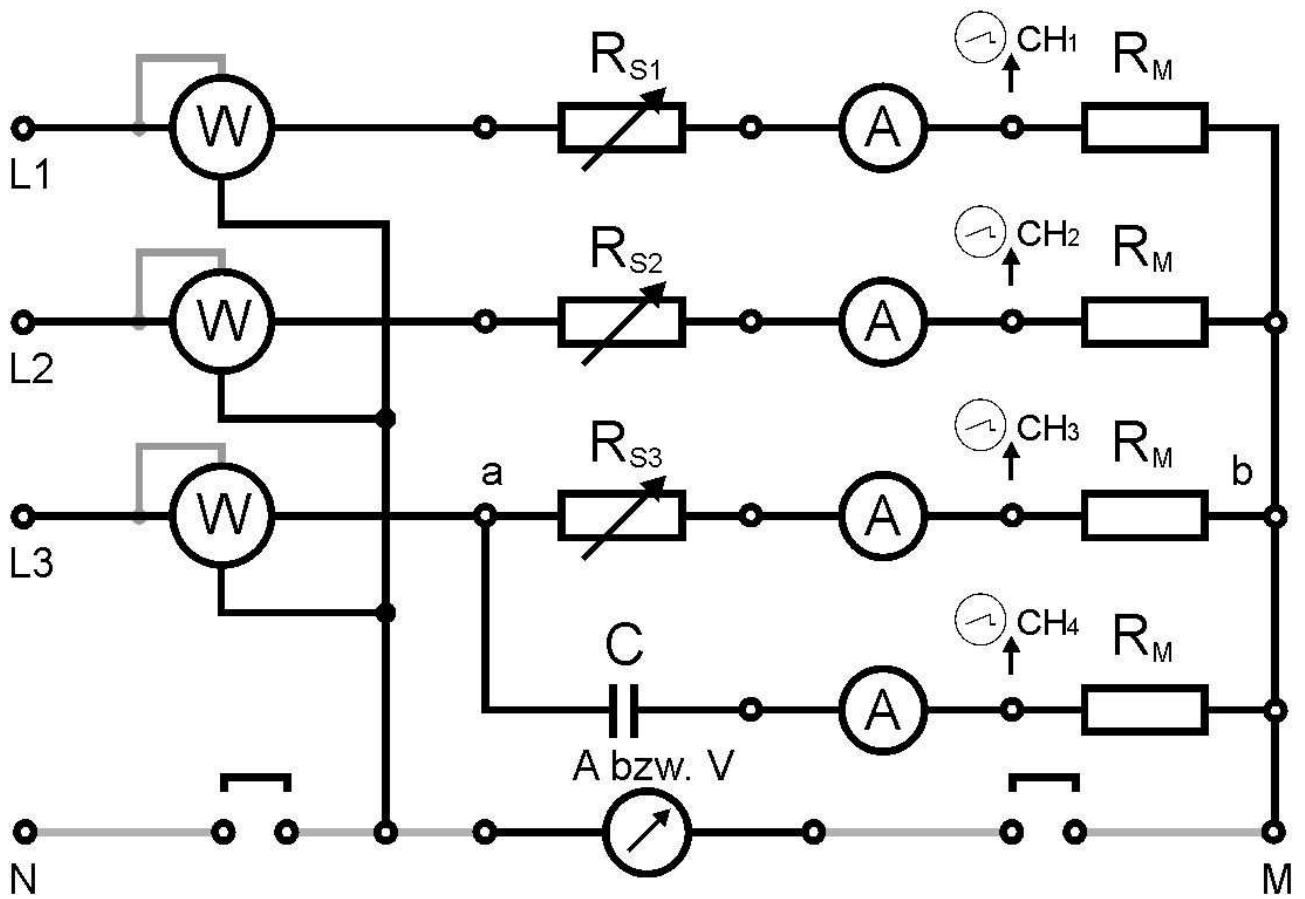

Bild 2
Unter Nutzung der Steckschablonen sind die Schaltungen (Bild 2 und 3) zu realisieren!
5.2.1.1 Aufbau der Schaltung entsprechend der Experimentierplatte (Bild 2), der zwischen den Punkten a und b im Strang 3 parallel geschaltete Kondensator hat den Wert  $C = 0\mu\text{F}$  (also offen lassen)!